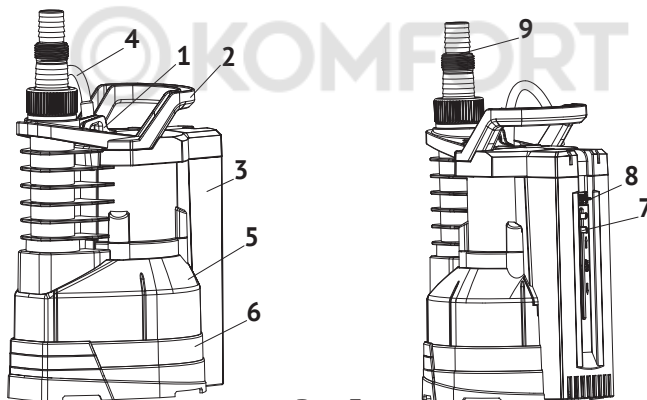
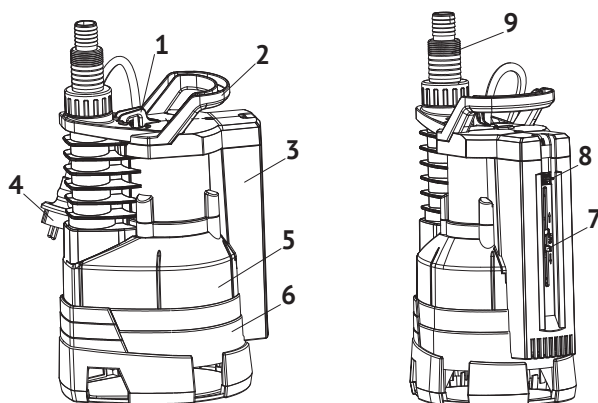

Рис. 3
Рис. 4
ARTSUB (рис. 3) и ARTVORT (рис. 4) — одноступенчатые погружные дренажные насосы со встроенным в корпус поплавковым выключателем (3), который осуществляет автоматическое включение и выключение насоса.